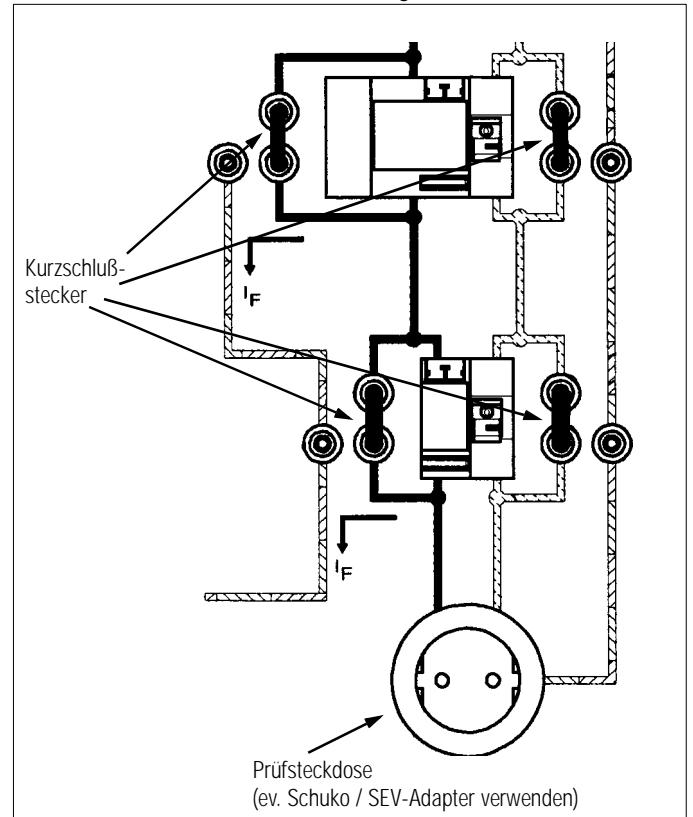

Bild 6.2-1
- ⇨ Schalten Sie beide FI-Schalter aus und überbrücken Sie diese mit den Kurzschlußsteckern, siehe Bild 6.2-1.
- ⇨ Überbrücken Sie die FI-Schalter [Bild 6.2-1].